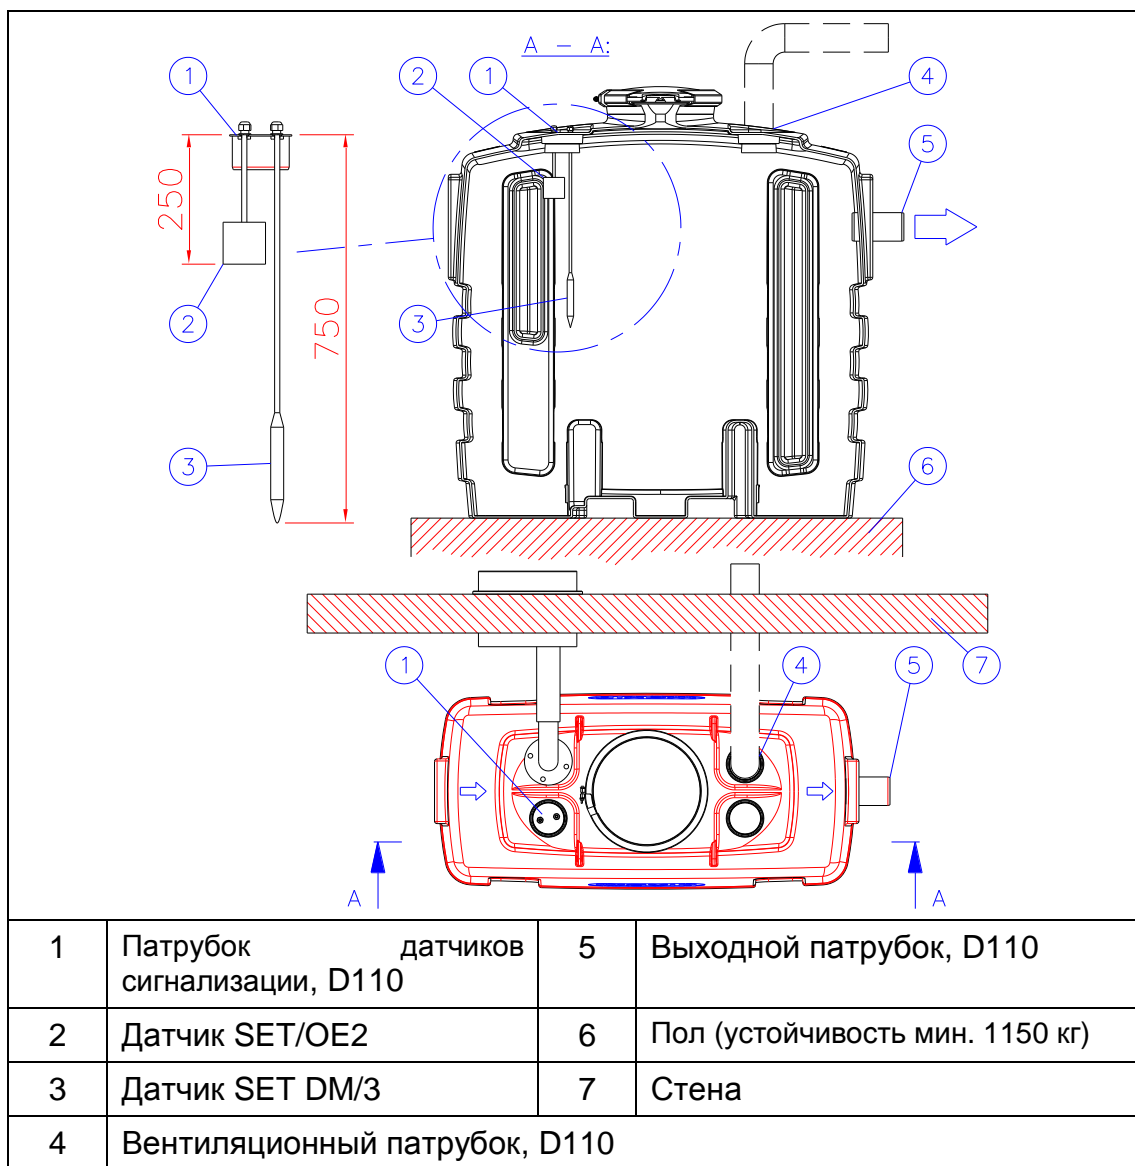

Рис. 2. Монтаж датчиков сигнализации
3. Вентиляционную трубу (дополнительное оснащение) и разгрузочную трубу (дополнительное оснащение) следует монтировать со стороны стены. Установите вентиляционную трубу в сквозной патрубок \varnothing 110, находящийся на отделителе (Рис. 2).
4. Установите датчики сигнализации (Часть 4 и Рис. 2).
трубы рекомендуется выбрать гибкий шланг, применяемый для подобных целей (Рис. 2).
В жиrootделителе со стороны входного патрубка находится два сквозных патрубка, в один из которых установлен разгрузочный патрубок, а в другой следует установить датчики сигнализации. Датчики установлены в заглушку D110, которую необходимо вставить на ее место в сквозной патрубок. Отрегулируйте кабели так, чтобы расстояние от основания датчика SET/OE2 контролирующего подпор в системе, до верхней поверхности заглушки составляло 250 мм, а расстояние от основания датчика SET DM/3 до верхней поверхности заглушки – 750 мм (Рис. 2). Датчики готовы для подключения к соединительной коробке.